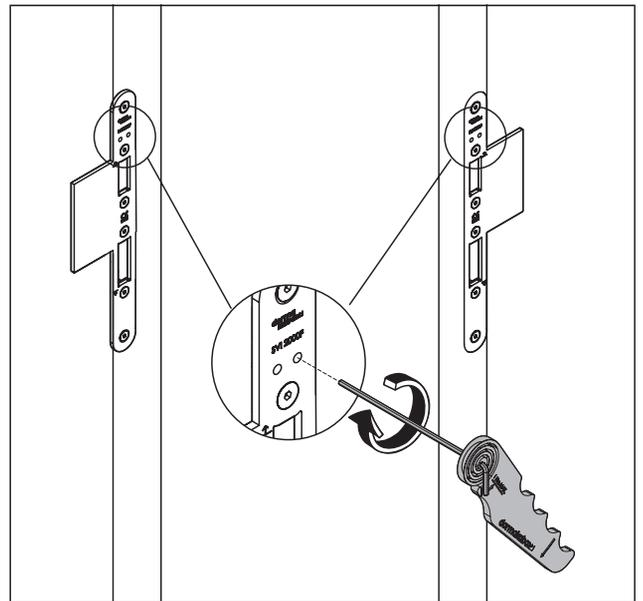

Abb. 57 Obere Treibriegelstange fixieren
2. Die obere Treibriegelstange durch die Bohrung im Stulp mit 1 Nm fixieren (Abb. 57).